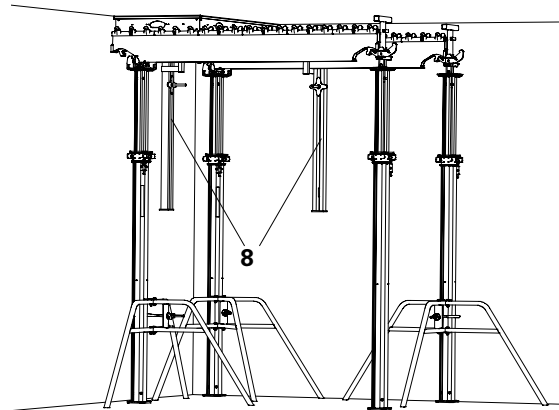

Fig. A4.06
2. Fixer le panneau du côté mur et la poutrelle SLT avec la Fixation Murale Skydeck SWH-2 (8). (Fig. A4.06)